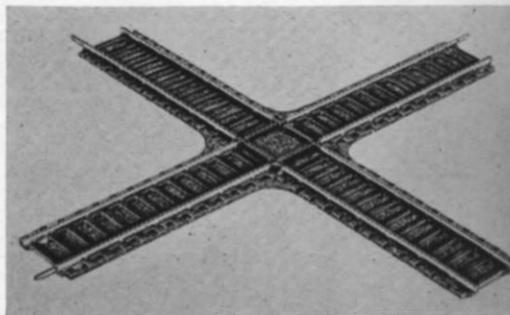

Abb. 4. Die Rivarossi-Neuheit innerhalb des (billigeren) Standard-Gleissortiments: die 90°-Kreuzung.
2. Eine der Rivarossi-Neuheiten war – wie im Messeheft Nr. 4/XV versehentlich irgendwie trotz besten Vorsatzes anscheinend doch nicht erwähnt – eine rechtwinklige Gleiskreuzung (Abb. 4), die vielleicht einige Anfragen zur Folge haben könnte.
Abb. 4. Dieselbe Lok im Industriezubringerdienst. Der Stromabnehmer ist eingezogen, die Antriebsenergie wird den Akkumulatoren entnommen, die sich in den Vorbauten befinden. Man beachte die Aufhängvorrichtung vorn für die Batteriekastendeckel, wenn diese beim Laden vom Führerhaus weggeschoben werden, sowie das Herstellerschild (der Abb. 1) seitlich vorn und hinten (die auf der gegenüberliegenden Seite nochmals zweimal angebracht sind).
Moltofill in einer gelben Packung mit roter Aufschrift (s. Abb. 4) ist in jeder Farbenhandlung zu haben. Zwei Teile Moltofill werden mit einem Teil Wasser angesetzt und gut verrührt. Daß die entstehende Masse bestens zu bearbeiten ist und erst nach einer Stunde hart wird, wissen Sie inzwischen bereits; ihre Farbe ist ein schmutziges Weiß, doch kann man bereits beim Ansetzen Trockenfarben beigegeben und dadurch andere Farbtöne erzielen. (Ich selbst rühre Moltofill mitunter mit dem Wasser an, in dem ich Aquarell- und Plakafarbenpinsel ausgewaschen habe und erziele dadurch wundervolle Farbnuancen.) Erstarrt, läßt sich Moltofill schleifen, gravieren und streichen. Wenn man komplizierte Modellierungen vornehmen will, wartet man etwas zu und beginnt damit erst eine Viertelstunde vor dem Abbinden. Zu den angenehmen Eigen-